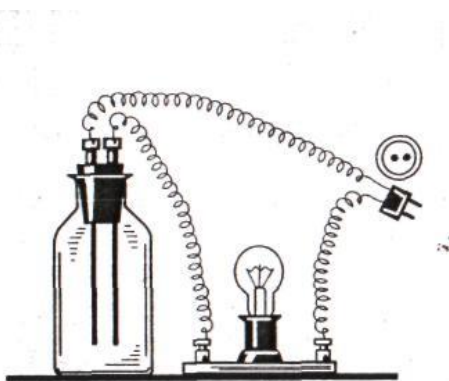

Рисунок 1 – Прибор для испытаний электрической проводимости растворов.
**А.** В прибор для испытания электрической проводимости растворов (рис. 1.) налить дистиллированной воды, опустить предварительно промытые дистиллированной водой угольные электроды, включить вилку прибора в электрическую сеть. Отметить визуально степень накала лампы.